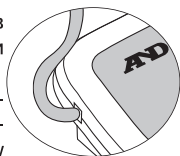

Рис. 1.
1. Вставьте коннектор соединительной трубки в разъем, установленный на левой боковой панели прибора (рис. 1).